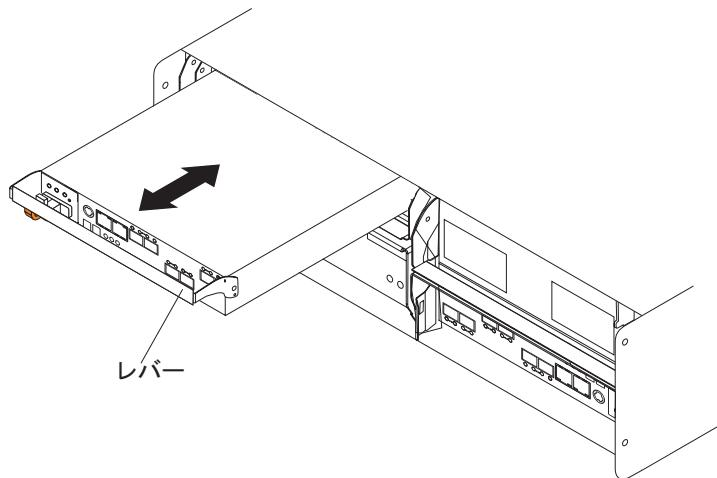

図 77. DS5020 からのコントローラーの取り外し
- シャーシからレバーをゆっくりと手前に引いて、コントローラーをベイから取り外します。コントローラー・レバーを解放する際には両手を使用してください。140 ページの図 77 に、ストレージ・サブシステム・シャーシからスライドするコントローラーを示します。